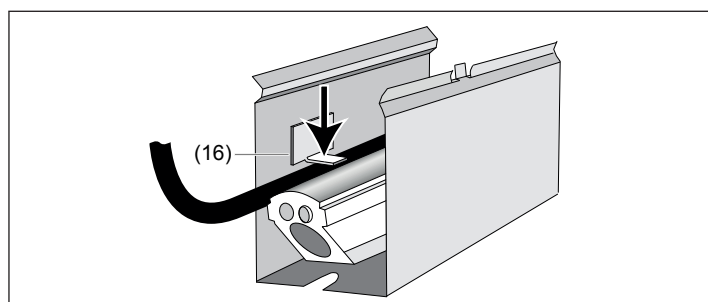

Bild 8
- Anschlussleitungen mit Kabelhalter (19) fixieren. Hierzu alle Leitungsniederhalter (16) in der Tragschiene mit einem stumpfen Gegenstand in waagerechte Position biegen (Bild 8).